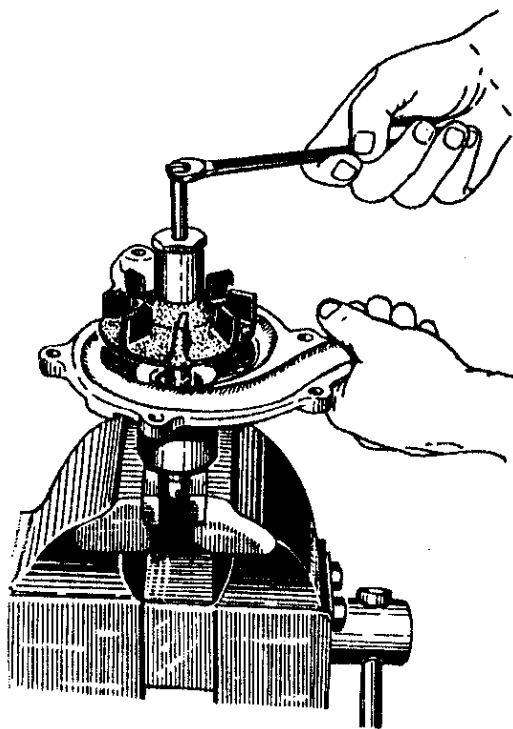

Рис.62. Снятие крыльчатки водяного насоса
3. Съёмником спрессовать крыльчатку с вала водяного насоса (рис.62). Перед снятием крыльчатки, чтобы не повредить резьбу на валике водяного насоса, между торцом валика и болтом съёмника необходимо поставить шайбу.